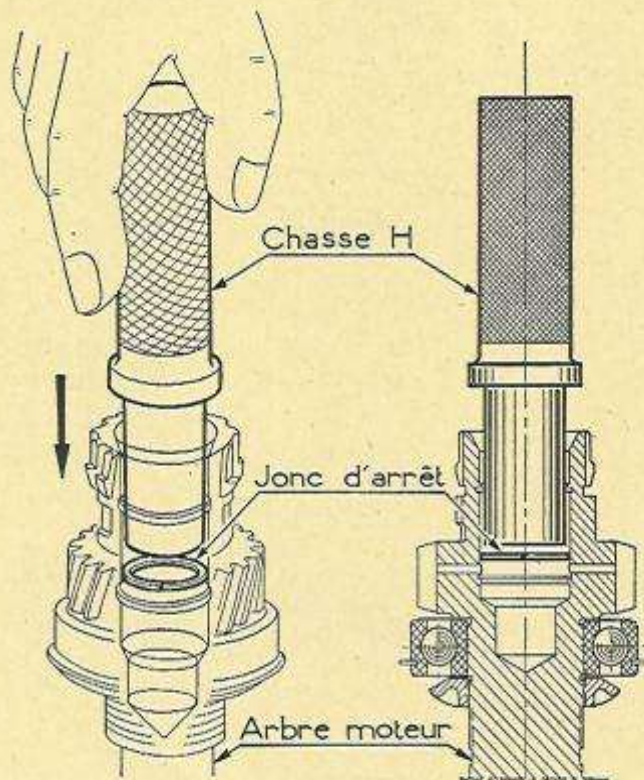

Figure 37.
- Le pousser dans son logement avec la chasse (fig. 37).